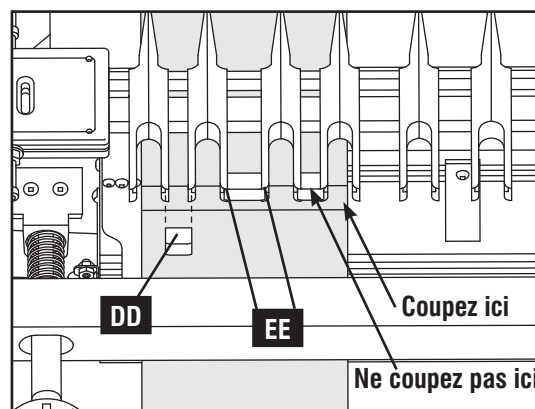

Fig. E12
REMARQUE : au choix, avant de faire la coupe, créez des entretoises en bois de 12,7 mm (1/2 po) x 12,7 mm (1/2 po) (DD), Fig. E12, et insérez-les entre les doigts adjacents. (Placez-les entre les coins carrés (EE), où vous ne coupez pas). Ceci empêchera la toupie de couper dans les queues et d'enlever le matériel de surplus.